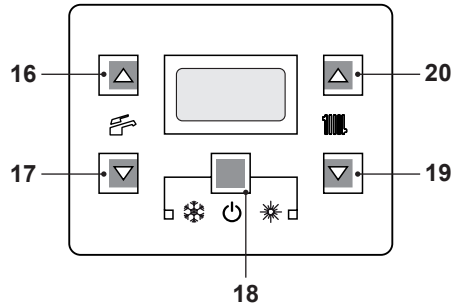
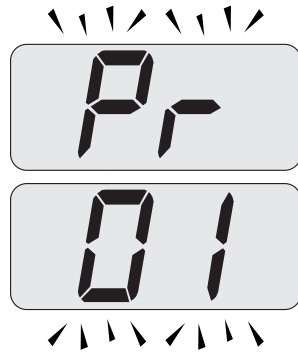
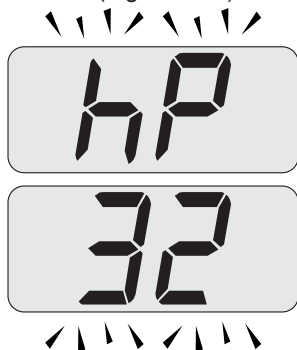

Figura 9.20
Figura 9.21
Figura 9.23
- Entrare in "modalità programmazione" premendo contemporaneamente per 10 secondi i tasti 18 - 19 - 20 (Figura 9.20) fino a far apparire sul display LCD le lettere **Pr** che si alternano con il codice **01**, indicanti l'entrata nel "parametro 01" (Figura 9.21).
- Premere contemporaneamente i tasti 19 e 20 (Figura 9.20) fino a far apparire sul display LCD le lettere **LP** che si alternano con il valore di temperatura dell'acqua di riscaldamento (es. **45**), indicanti l'entrata nell'attivazione della "funzione spazzacamino" alla potenza minima in sanitario (Figura 9.22).
- Premendo il tasto 20 (Figura 9.20) è possibile variare la potenza in modalità spazzacamino: con visualizzazione sul display LCD delle lettere **hP** che si alternano con il valore di temperatura dell'acqua di riscaldamento (es.32), siamo in "funzione spazzacamino" alla potenza minima in riscaldamento (Figura 9.23).
- Ripremendo contemporaneamente per 10 secondi i tasti 18 - 19 - 20 (Figura 9.20) si esce dalla "modalità spazzacamino" e si ritorna allo stato di caldaia precedentemente impostato (Figura 9.26).